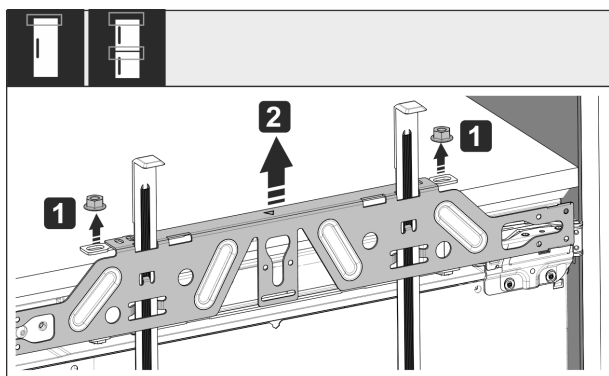

Fig. 53
- ▶ Odvijte protimatice Fig. 53 (1).
- ▶ Snemite pritrdilni prečnik Fig. 53 (2).